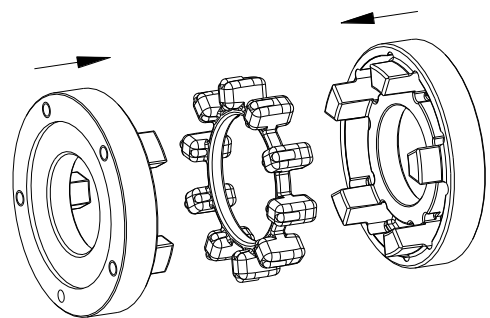

Bild 28: Montage der Mitnehmerflansche mit Elastomerring
- Stecken Sie die Mitnehmerflansche und den Elastomerring zusammen (siehe Bild 28).